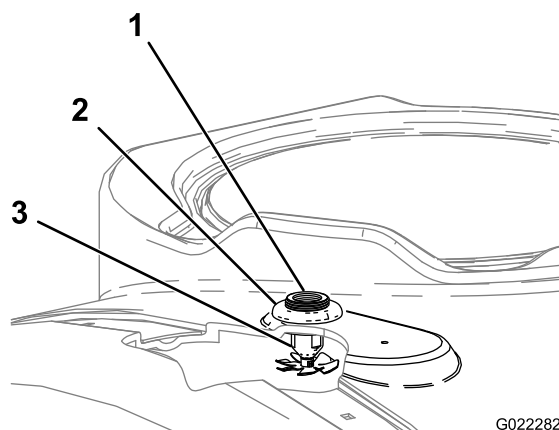

図 6
2. 先ほどあけた穴の下から上へ、ノズル・アセンブリを通して取り付ける（図 6）。
3. タンク上部のバルクヘッドのねじ山に、プラスチック製フランジナットを取り付ける（図 6）。バルクヘッドのフィッティングとタンクの下との間のシールが正しく入っていることを確認する。